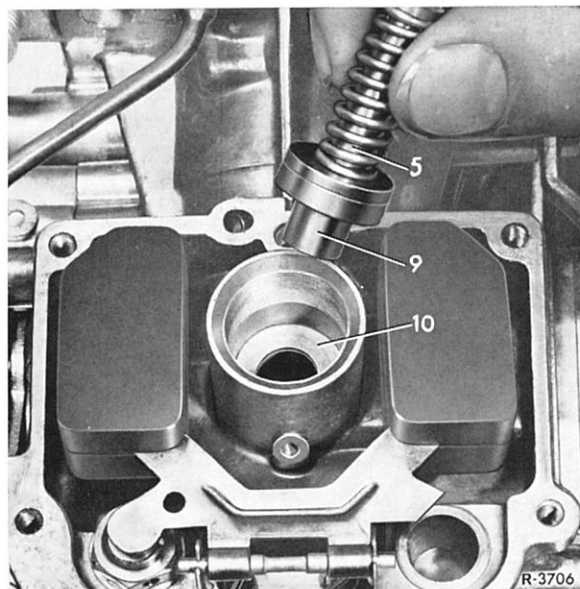

Bild 07-4/7
8 Nadeldüse mit Führungsrohr in das Vergasergehäuse einsetzen (Bild 07-4/7).
9 Halteschraube (3) in das Vergasergehäuse einschrauben und leicht festziehen (Bild 07-4/8).